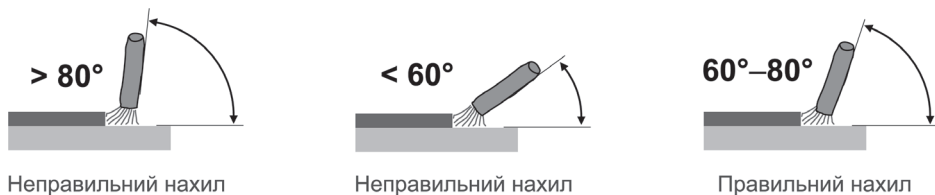

Рисунок 6. Кут розташування електрода із покриттям до деталі під час ручного дугового зварювання («ММА»).
1. Для отримання міцного зварювального з'єднання, крім правильного вибору зварювального струму, необхідно забезпечити правильне положення електрода до поверхні зварювання. Кут нахилу електрода бажано встановлювати у 60–80° (див. рис. 6). Занадто великий кут нахилу електрода веде до пористого зварювального шва, а занадто малий — до утворення великої кількості бризок металу й дуга стає нестійкою.